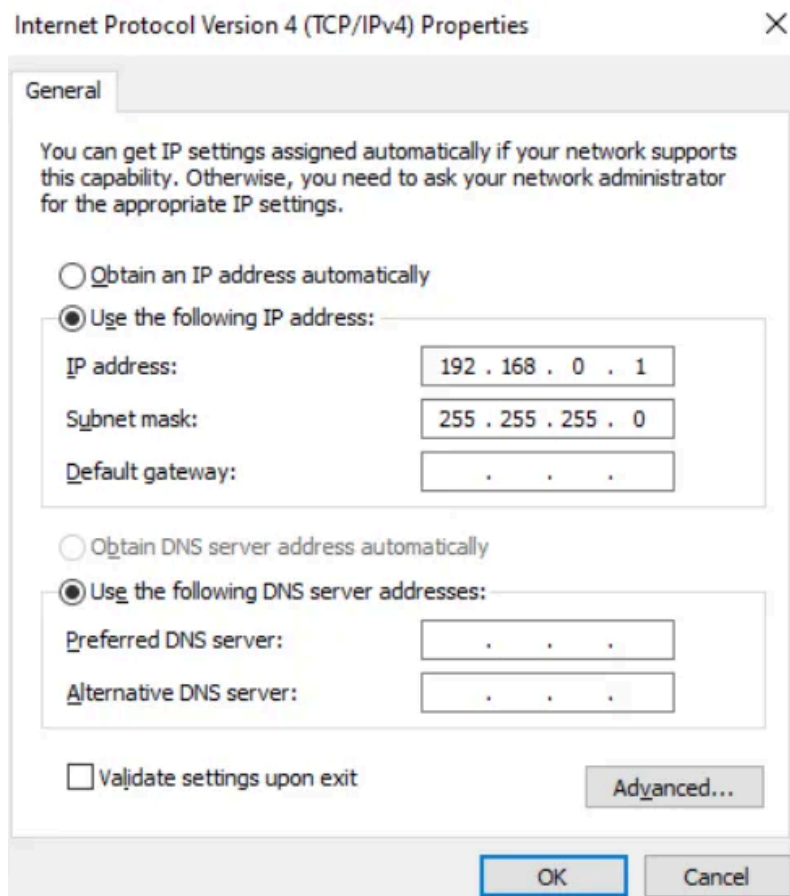

Рис. 2 – Вікно властивостей TCP/IPv4 у Windows
3. Виберіть Протокол Інтернету версії 4 (TCP/IPv4) зі списку компонентів. Переконайтеся, що він увімкнений (прапорець встановлений). Натисніть Властивості. Відкривається вікно властивостей TCP/IPv4 (Рис. 2).